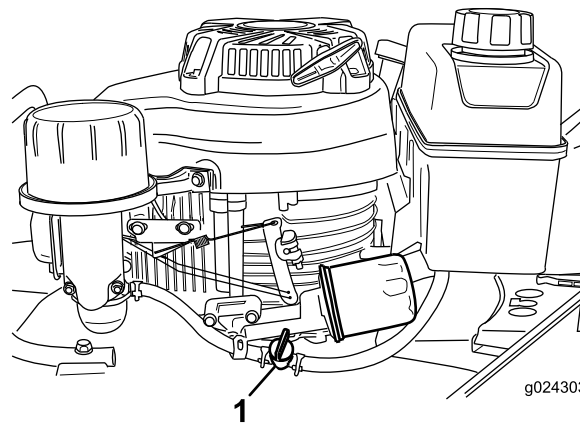

Figura 12
2. Abra la válvula de combustible (Figura 12).
**Nota:** Cierre la válvula de combustible (Figura 12) a menos que vaya a volver a arrancar el motor en breve.